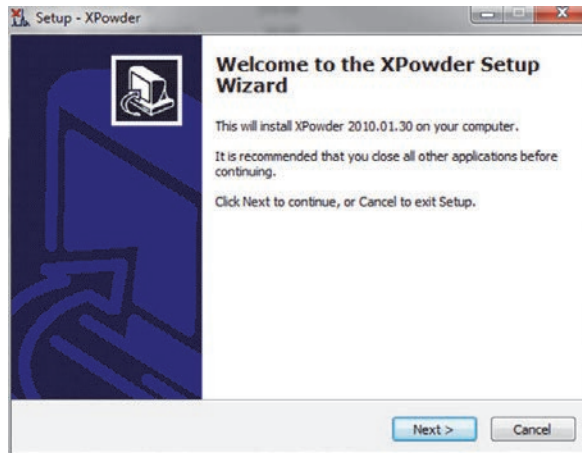

Abbildung C-1 XPowder Installationsassistent
3. Befolgen Sie während der Installation die Anweisungen des Installationsassistenten (siehe Abbildung C-1 auf Seite 94).